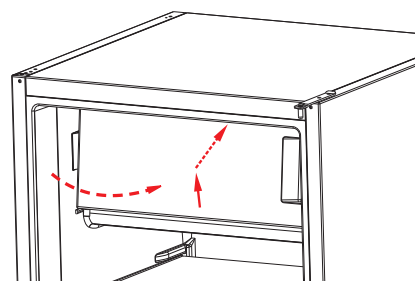

Fig. 5
- ▶ Retire la puerta del congelador presionándola ligeramente hacia abajo y extráigala hacia abajo (fig. 5).